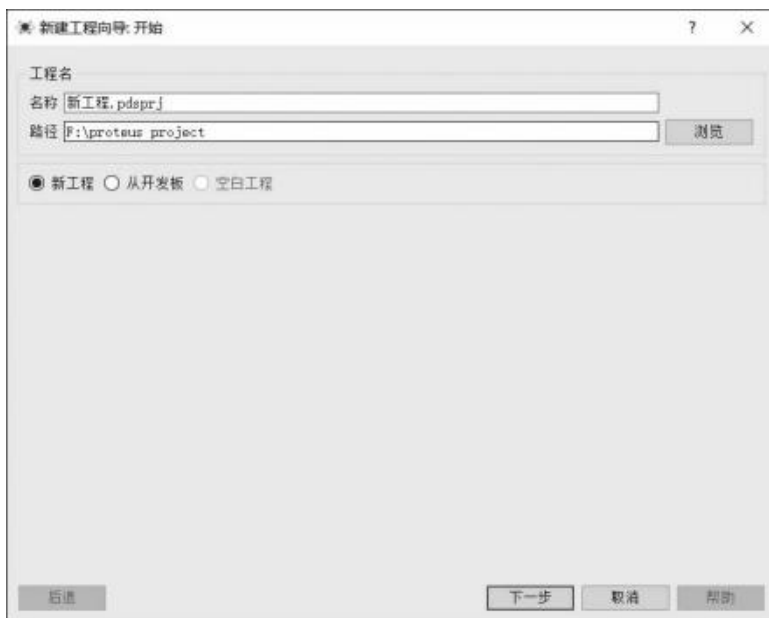

图 1-3-3 Proteus 工程名称及保存路径
(2) 单击“新建工程”按钮,在打开的窗口中设置工程名称和保存路径,如图 1-3-3 所示。